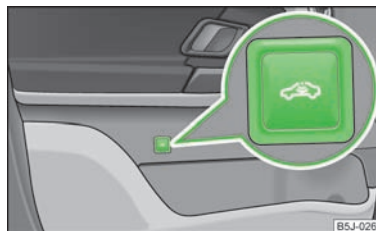

Fig. 15
- Premir o botão  » Fig. 15 na porta do condutor.